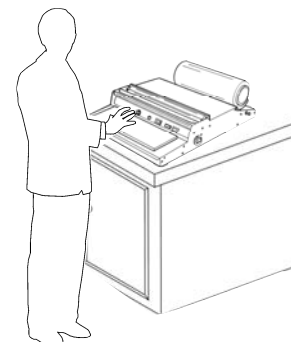

ABB. Nr. 10 - Richtige Stellung des Leibs an der Maschine
4. Man muß eine rechte Position haben, um Unfälle zu vermeiden (siehe ABB. Nr. 10): der Leib muß senkrecht auf den Arbeitstisch sein; die Hände müssen die Maschinenbestandteile nicht beanspruchen. **ACHTUNG: Sich auf der Maschine nicht stützen und Stellungen der Leibs halten, die kein direktes Kontakt mit der Maschine bewirken.**